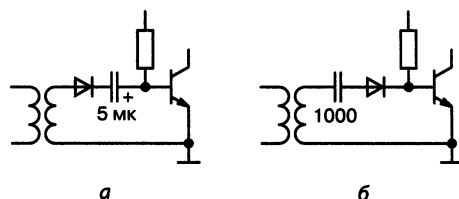

Рис. 6.26. Экономия на конденсаторе большой емкости?
**РАДИОЛЮБИТЕЛЬ:** *Сосед, начинающий радиолюбитель, усовершенствовал опубликованную схему детектора миниатюрного радиоприемника: так как до диода течет ток не низкой, а высокой частоты, можно обойтись здесь конденсатором меньшей емкости (рис. 6.26). Абсурд, вроде бы...*